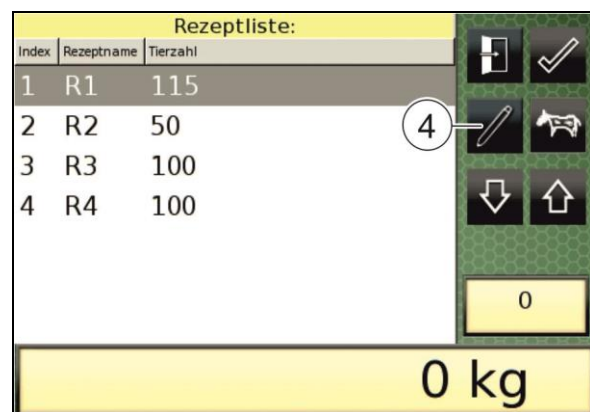

Fig. 205
2. Drücken Sie die Taste „Belademodus“ (1).
- Im Terminal erscheint anstelle des Kamerabilds eine Liste mit gespeicherten Rezepten (Fig. 205).